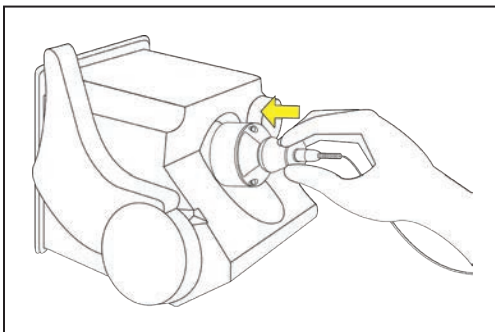

Figura 13. Acoplamento do módulo de alimentação ao religador TripSaver II.
PASSO 2. Posicione o módulo de alimentação próximo à base do religador TripSaver II; o módulo é mantido na posição por ação magnética. Ver Figura 13.